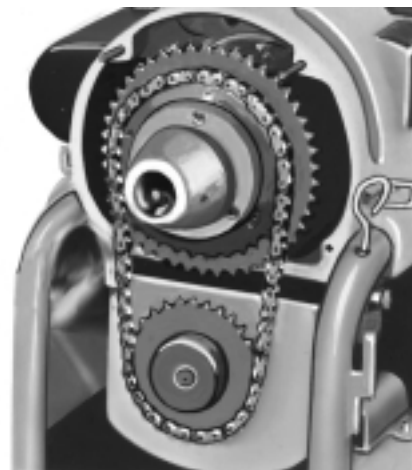

Figura 1 – Cadena del accionamiento autopropulsado en el piñón pequeño
5. Regule la máquina para su funcionamiento a alta velocidad (funcionamiento normal con cable) desplazando la cadena del accionamiento (*Figura 1*) al piñón pequeño.